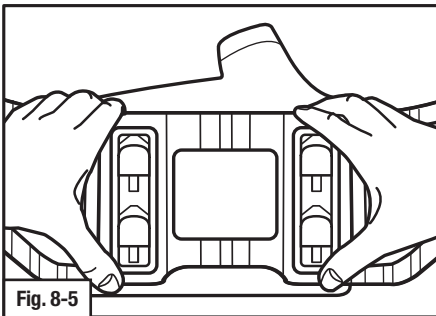

Fig. 8-5
4. Deslice el cinturón hacia arriba (Fig. 8-5) hasta que abroche sobre las lengüetas de seguridad del cinturón en la parte inferior del ventilador de motor (Fig. 8-6).